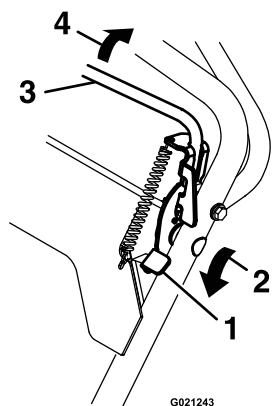

Рисунок 13
2. Нажмите вперед и удерживайте фиксатор штанги управления ножами, чтобы освободить штангу управления ножами (Рисунок 13).